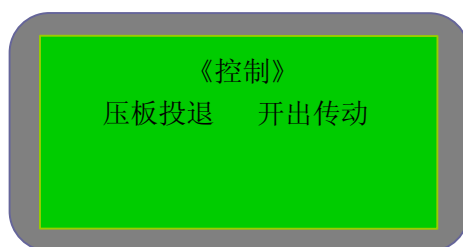
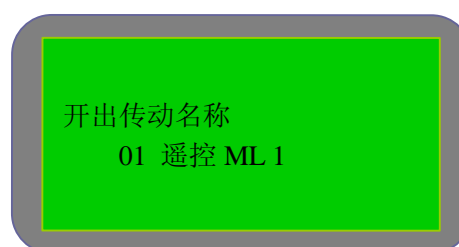

图 5-5
图 5-5-1
- 控制：在主菜单选择“控制”，进入图 5-5 控制菜单界面。有两个选项：压板投退（软压板投退）、开出传动（测试出口）。本装置无软压板。选择开出传动如图 5-5-1，按“上移”键或“下移”键选择所测试的出口，选定后出现界面 5-5-2，操作须输入密码 8888。